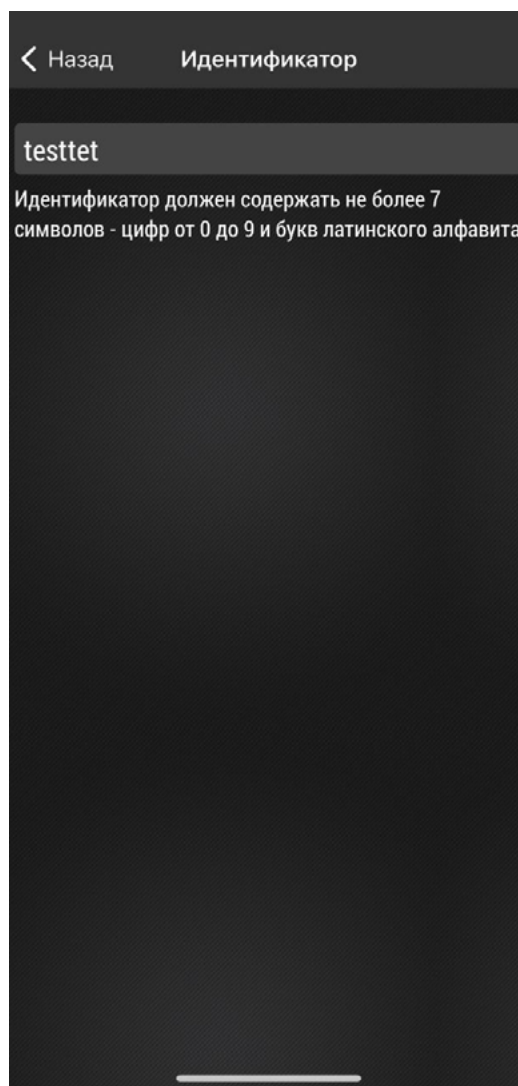

Рис.18. Ввод идентификатора.
- Введите идентификатор (**Рис.18**). Он может содержать до 7 символов: букв русского и английского алфавитов, цифр от 0 до 9 и пробел.